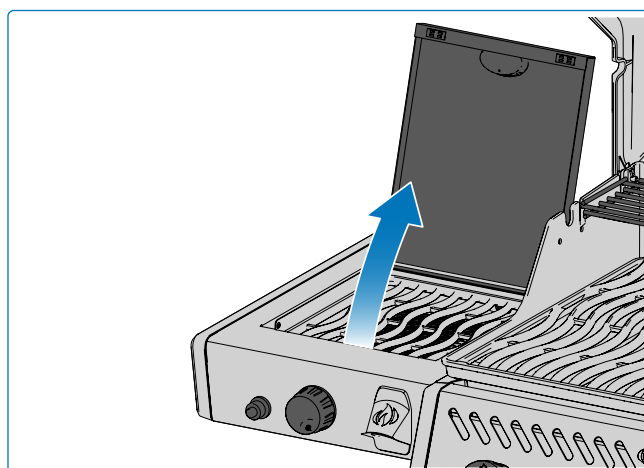

Fig. 10
1. Åbn brænderlåget (**Fig. 10**)